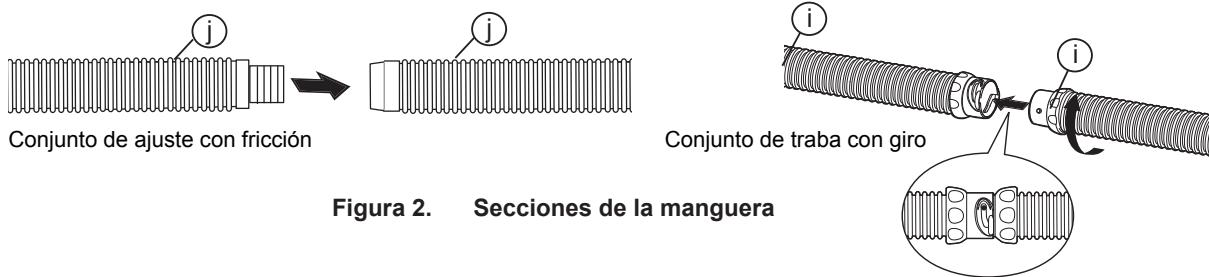

Figura 2. Secciones de la manguera
Empuje y/o gire el conector en cada sección de la manguera hasta que quede trabado en su posición con un ruido de "clic" (figura 2). Las boquillas de las mangueras de traba con giro tienen tres (3) posiciones de conexión. En cualquiera de las tres (3) posiciones el sello es hermético para el aire.